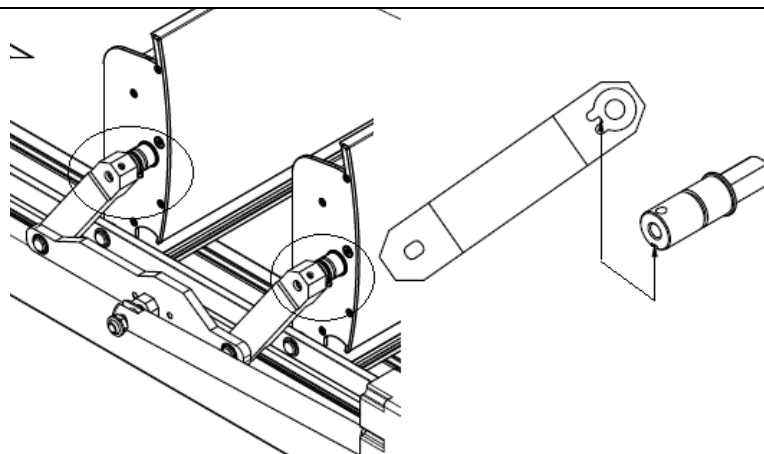

Figure 27
12. Glisser l'un des bras d'entraînement situés à l'intérieur de la poutre sur l'axe d'entraînement de la lame insérée dans la poutre - en utilisant l'accès par la fenêtre intérieure au sommet de la poutre d'entraînement (au niveau du moteur). Assurez-vous que les rainures et clavettes des bras d'entraînement et de la tige de la lame sont alignées avec précision (Fig. 27).